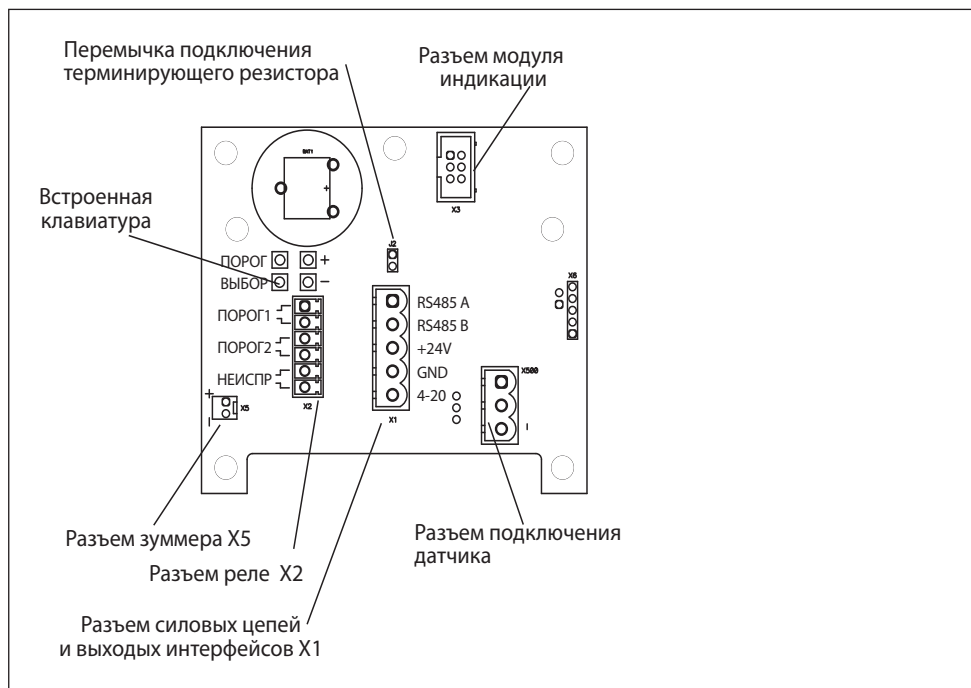
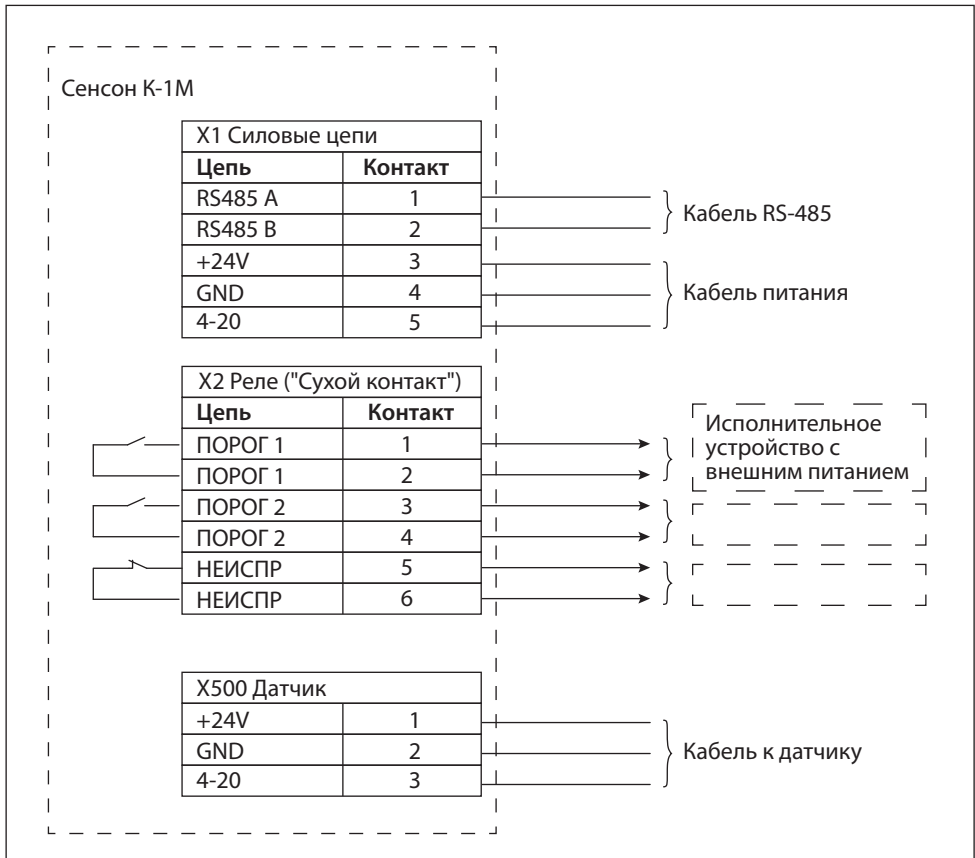

Рис.5. Коммутационные элементы контроллера Сенсон К-1М
Рис.6. Схема подключения контроллера Сенсон К-1М
5. Отсоедините кабельную часть разрывных колодок. Подключите кабели в соответствии с маркировкой на плате (рис.5) и схемой подключения (рис.6), прочно закрутите отверткой фиксирующие винты кабельных колодок.
7. Если необходимо отключить/подключить терминирующий резистор, снимите/установите перемычку в позицию JT (рис.5).
8. Убедитесь, что разъемы модуля индикации и зуммера подключены (рис.5).